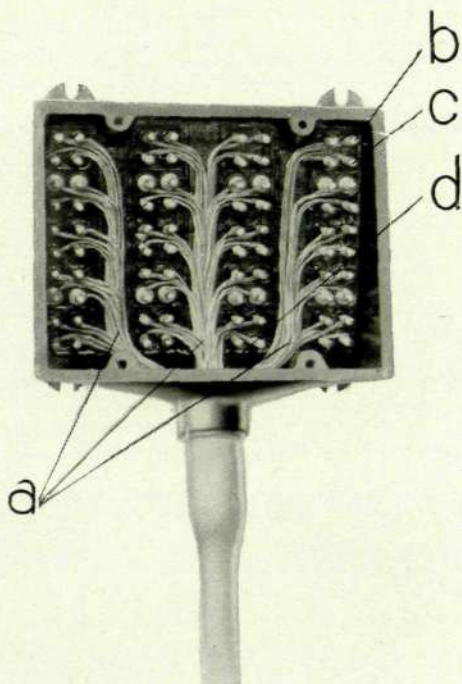

Fig. 1.
6. Ledarna delas upp i ett mot boxens storlek svarande antal knippen (fig. 1, a), vilka läggas på boxens botten mellan lödstiften.
7. Ledarna fästas vid lödstiften, varvid början alltid göres med en märktråd, som inlägges på första plintens första lödstift, d. v. s. stiftet längst upp i högra hörnet (fig. 1, b), då boxen betraktas bakifrån. Den andra ledaren i paret fästes till nästa stift i ordningen, d. v. s. till c å fig. 1. Ledare tillhörande ett och samma par få ej skiljas åt.
10. Den skålformade fördjupningen vid kabelintaget (fig. 1, d) inuti boxen fylls först till en del med ljus isoleringsmassa, typ NH 1002, som intränger i kabeln, och därefter med svart isoleringsmassa, typ NH 1001, till ca 2 à 3 mm under fördjupningens överkant (fig. 2). Massorna uppvärmas för ingjutning till flytande tillstånd men ej mer än nödvändigt, enär pappersisoleringen eljest kan skadas.